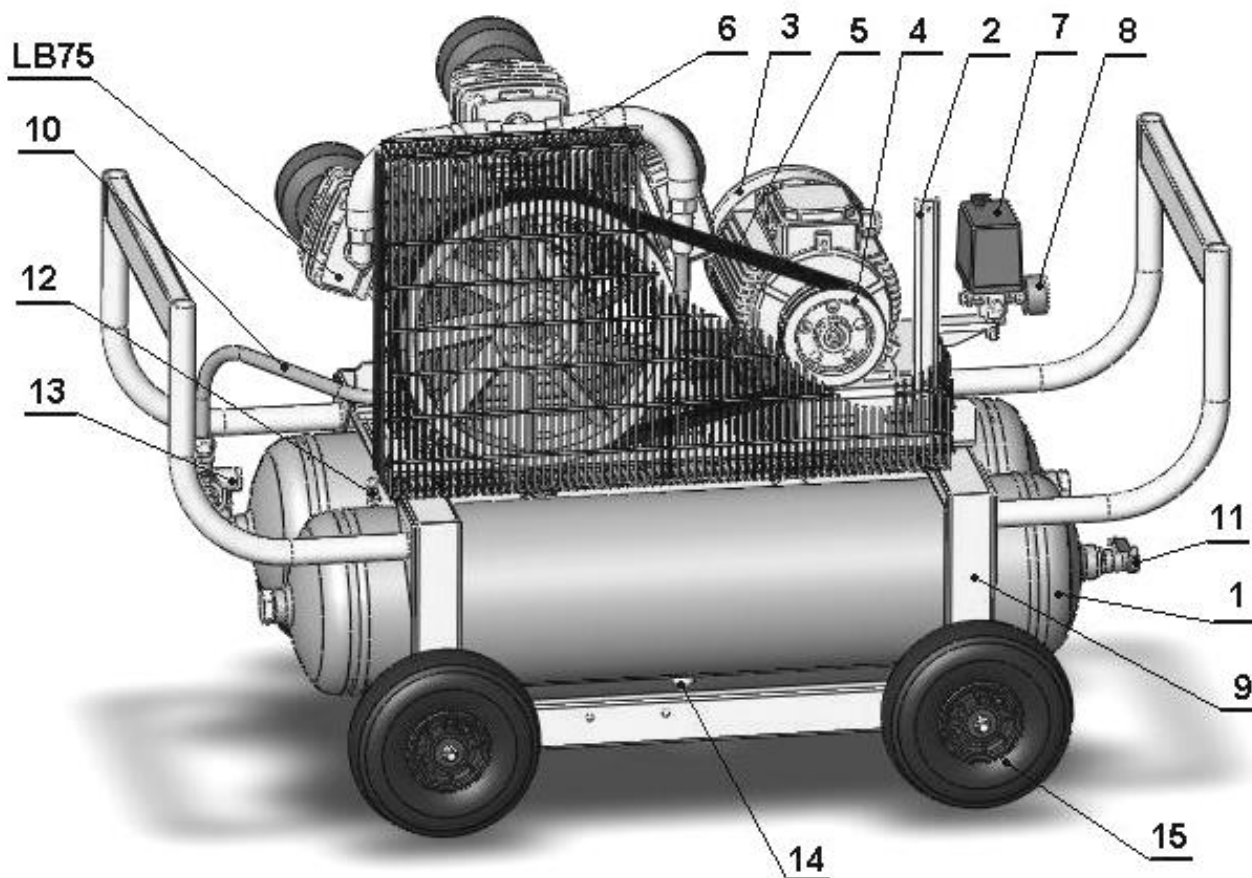

Рисунок 1 – Общий вид компрессора SB4/C-90.LB75
5.1 Компрессор (рисунок 1) состоит из следующих основных сборочных единиц и деталей: блока поршневого **LB75**, ресиверов 1, платформы 2, электродвигателя 3 со шкивом 4, клиновых ремней 5, защитного ограждения 6, телепрессостата 7, манометра 8, рамы 9, нагнетательного воздухопровода 10, кранов выпускных 11, клапана предохранительного 12, клапана-разделителя 13, кранов слива конденсата 14, колес 15.